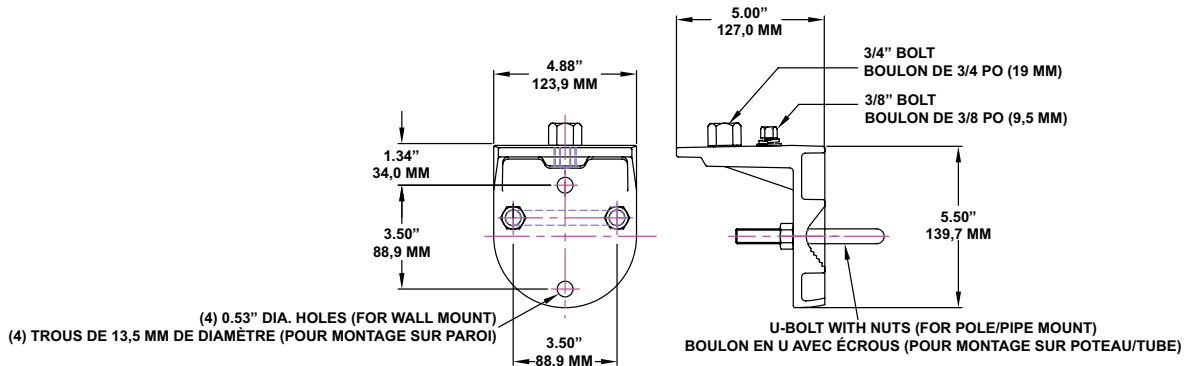

Figure 6: Pipe/Wall Mount Bracket (P/N: G-AM-8-WB) | Support de montage sur paroi/sur tube (réf. : G-AM-8-WB)
3. Mount the pipe/wall mount bracket to a flat surface with user-supplied hardware or clamp to a pipe or pole (1 inch to 2-1/2 inch) with U-Bolt and nuts (supplied). Tighten nuts to secure in position. See Figures 6 & 7.
Montez le support de montage sur paroi/sur tube sur une surface plate à l'aide de la quincaillerie ou d'une bride fournie par l'utilisateur sur un tube ou un poteau (de 1 po [25,4 mm] à 2,5 po [63,5 mm]) à l'aide d'un boulon en U et d'écrous (fournis). Serrez les écrous pour fixer en position. Reportez-vous aux Figures 6 et 7.